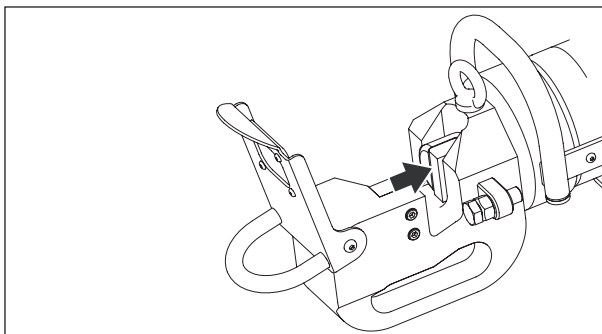

図8:ピストンおよびブレード(ホーム(完全に格納された状態)位置)
材料をカッティングヘッド内に配置する際は、必ずピストンと可動ブレードが完全に格納された「ホーム」位置にできるようにしてください。図8を参照してください。
2. ピストンが「ホーム」(完全に格納された状態)位置であることを確認します。図8を参照してください。
1. ポンプを始動します。ピストンを「ホーム」(完全に格納された状態)位置に移動させます。図8を参照してください。